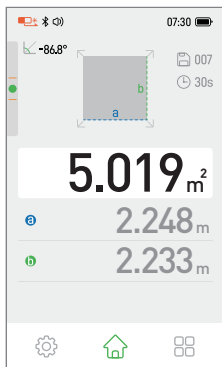

Рис. 12 Результат первого измерения площади
1. Выполните начальное измерение площади (см. раздел «Измерение площади»). Результат будет отображён, как показано на рис. 12.